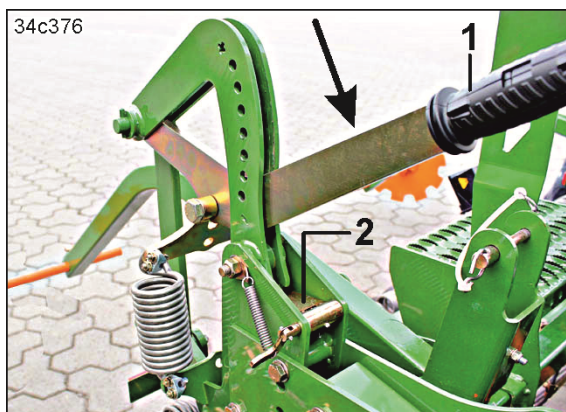

Рис. 195
4. Нажмите на рычаг (Рис. 195/1) в направлении стрелки до фиксации прижимной пластины (Рис. 195/2).